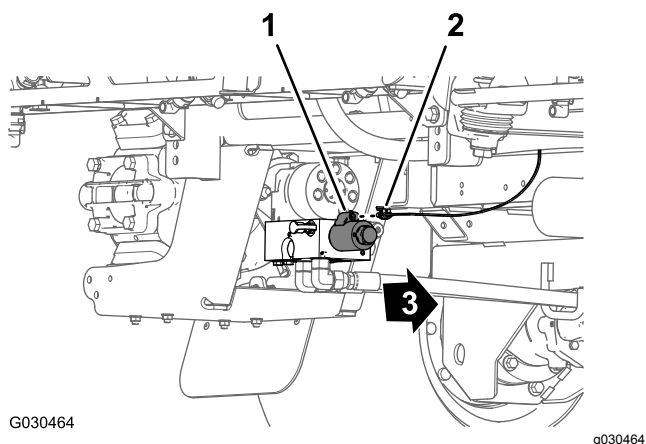

Figure 95
1. À l'arrière de la machine, du côté intérieur de la pompe de pulvérisation, branchez le connecteur à 2 douilles identifié par **Spray Pump Solenoid** (solénoïde de pompe de pulvérisation) de la branche de 86,6 cm du faisceau au connecteur à 2 broches du relais de la pompe (Figure 95).